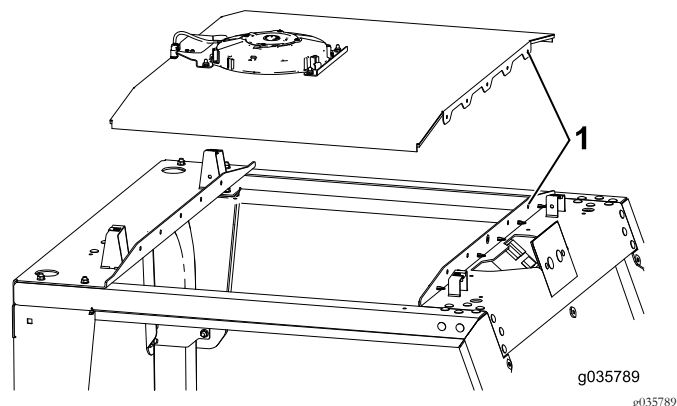

図 4
2. シーリングアセンブリを機体に取り付けるシーリングアセンブリについているリベット用の穴を機体のリベット穴にわせて取り付けること (図 4)。